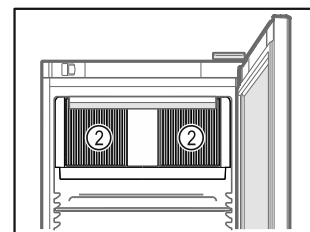

Fig. 41
- ❑ Odstąpić szczeliny wentylacyjne Fig. 41 (2) dmuchawy wewnątrz urządzenia.